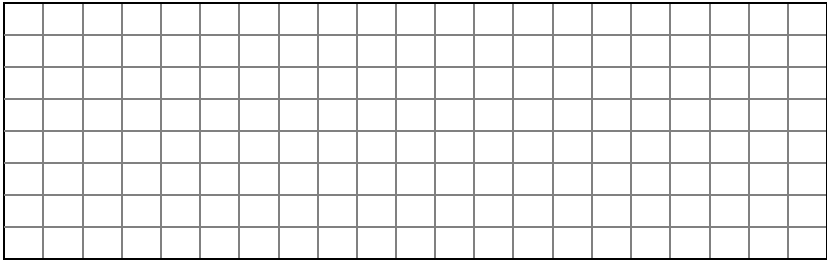

Рис. 2.2. Сетка для схемы измерения параметров последовательно соединенной активно-реактивной нагрузки
2. По указанию преподавателя составить и изобразить в отчете (сетка для рис. 2.2) одну из схем электрической цепи, приведенных ниже: